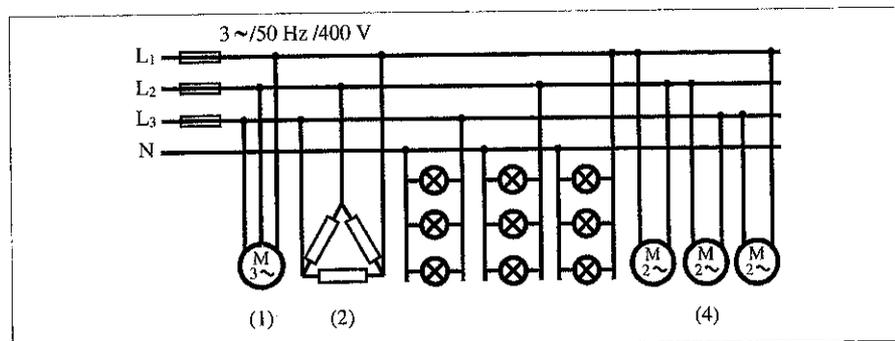

Figura 15.23
La instalación eléctrica de un pequeño taller consta de los siguientes receptores, conectados a una línea trifásica de 400 V, 50 Hz: (1) motor trifásico de 10 KW, $\cos \varphi = 0,75$; (2) horno trifásico consistente en tres resistencias de 50 Ω conectadas en triángulo; (3) 30 lámparas de vapor de mercurio de 500 W, 230 V, $\cos \varphi = 0,6$ conectadas equitativamente entre cada fase y neutro; (4) 3 motores monofásicos de 2 KW, 400 V, $\cos \varphi = 0,7$ conectados entre fases (Figura 15.23).